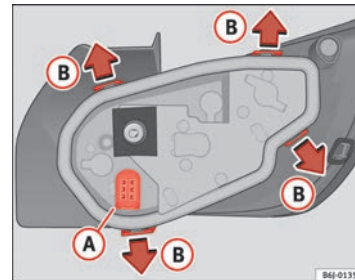

Abb. 163 Glühlampenersatz Rückleuchten
- Nehmen Sie den Lampenträger aus dem Gehäuse heraus. Drücken Sie dazu die Laschen **(B)** in Richtung der Pfeile ⇒ **Abb. 163**.